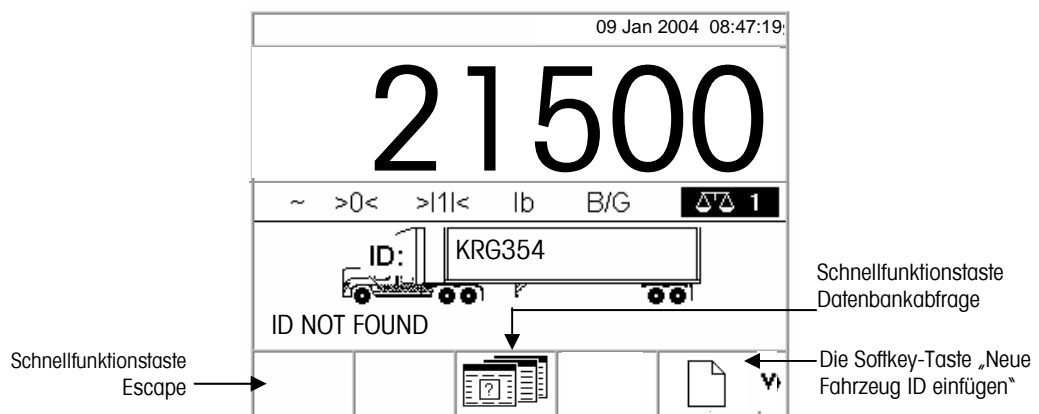

Abbildung 2-8: Standardwägebildschirm
6. Wenn die Fahrzeug-ID nicht gefunden wird, erscheint auf der Anzeige ID NOT FOUND (ID NICHT GEFUNDEN) (siehe Abbildung 2-8).
- **Escape** – Drücken Sie die Schnellfunktionstaste ESCAPE (siehe Abbildung 2-8), um zum Hauptstandardwägebildschirm zurückzukehren. **ESC**
DATENBANKABFRAGE, um nach der Fahrzeug-ID zu suchen (siehe Abbildung 2-8). Wenn die richtige ID gefunden wurde, fahren Sie mit dem Prozess „Abfahrend“ fort (siehe den Prozess „Abfahrend“).
- **Neue Fahrzeug-ID einfügen**—Die Softkey-Taste „Neue Fahrzeug-ID einfügen“ drücken (Abb. 2-8), um eine neue ID in die ID-Tabelle einzugeben (siehe den Abschnitt „Neue Fahrzeug-ID“)
- **Escape** – Drücken Sie die Schnellfunktionstaste ESCAPE (siehe Abb. 2-8), um zum Hauptstandardgewichtsbildschirm zurückzukehren.
- **Suche nach der Index-ID – Drücken Sie die** Schnellfunktionstaste DATENBANKABFRAGE (siehe Abb. 2-8), um nach der Index-ID zu suchen. Wenn die richtige ID gefunden wurde, fahren Sie mit dem Prozess „Abfahrend“ fort (siehe den Prozess „Abfahrend“).